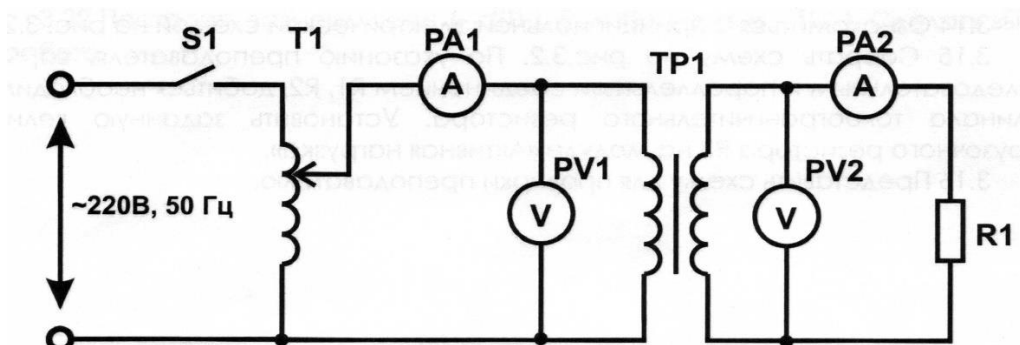

Рисунок 3.1 Схема электрическая принципиальная
3.2 Собрать схему на рис.3.1. Схема, представленная на рис.3.1, является базовой. В данном эксперименте активная нагрузка не используется.